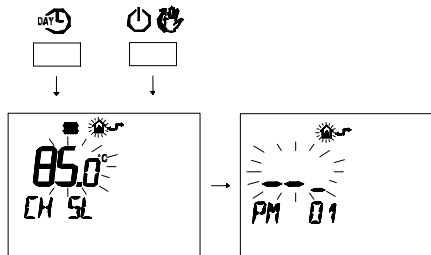

Figura 7.4
- Premere contemporaneamente i pulsanti **DAY** e **ON** per entrare nella programmazione trasparente (Figura 7.4).